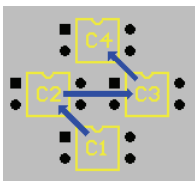

图 6-92 By Ascending Y Then Ascending X 方式
- By Ascending Y Then Ascending X: 表示先按纵坐标从下到上，然后再按横坐标从左到右编号，如图 6-92 所示。